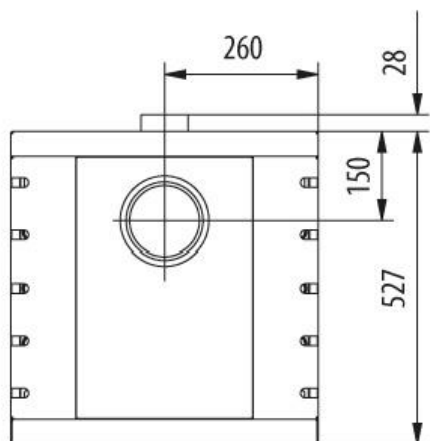

Fig. 1: plan coté Hot Box®2000
**Distances de sécurité à l'intérieur et à l'extérieur de la zone de rayonnement (Fig. 1 + Fig. 2)**
Fig. 1 distances de sécurité